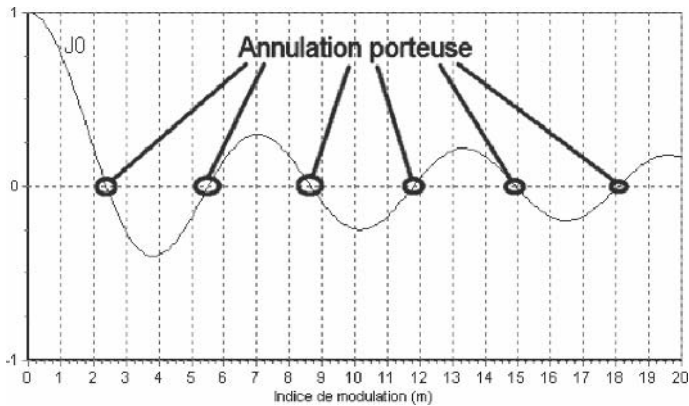

Figure 7.19
**Tentatoo** – Je vous comprends tout à fait. Chacune des six courbes représente le niveau relatif qu'elle peut avoir, par rapport à la valeur maximale de la porteuse  $J_0$  en absence de signal modulant. Montrer toutes ces courbes sur un même graphique n'est pas l'idéal pour s'y retrouver, j'en conviens. C'est pourquoi j'ai isolé l'une de ces courbes, qui se trouve être celle correspondant à la raie  $J_0$ . Notez que j'aurais pu prendre n'importe quelle autre courbe, ce choix est tout à fait arbitraire. La **figure 7.19** montre ainsi pour quelles valeurs d'indice de modulation, on a annulation de la porteuse  $J_0$ .
**Sepatoo** – D’après votre **figure 7.19**, la première fois que la courbe  $J_0$  passe par 0 (annulation de porteuse donc), cela correspond à un indice de modulation ( $m$ ) de 2,4. Si notre excursion ( $df$ ) est de 75 kHz, cela nous conduit à une fréquence du signal modulant ( $F_m$ ) de  $75 \text{ kHz} / 2,4 = 31,25 \text{ kHz}$ . Mais il ne s’agit pas d’un signal BF audible !